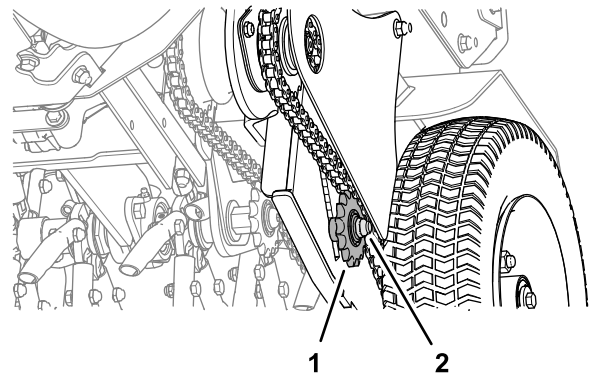

Figura 42
4. Para ajustar la tensión de la cadena, afloje el perno tensor y la contratuerca, y empuje el piñón hacia arriba para tensar la cadena (Figura 42).